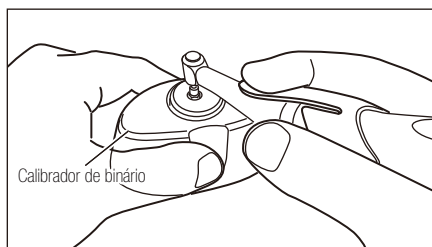

Fig. 10
- 6) Ao premir o botão de LIGAR/DESLIGAR, produzir-se-á uma volta atrás e iniciar-se-á a calibração com carga. A peça de mão do motor começará a rodar: mantenha a peça de mão do motor numa posição vertical até a rotação parar, mantendo com firmeza o calibrador de binário (ver Fig.10). Durante a calibração " CAL " piscará indicando aceso e apagado.